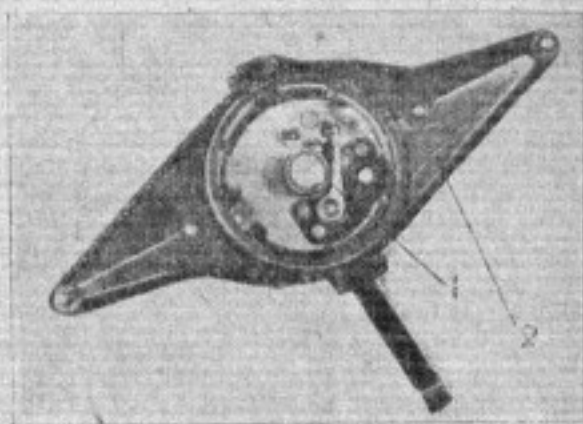

Рис. 2. Положение кулачка прерывателя ИГФ при установке зажигания
8. Повернуть кулачок прерывателя так, чтобы прорезь для шпоночного прилива ротора распределителя была направлена в сторону электрода, имеющего вывод на первый цилиндр (рис. 2), а выступ кулачка начал бы размыкать контакты. Газетная бумага, зажатая между контактами прерывателя, может быть вытянута. При этой операции надо иметь в виду, что люфт, могущий быть в приводном механизме, должен быть «выбран» полностью. В противном случае, как бы точно ни была произведена установка зажигания, двигатель получит искру на свече с опозданием.